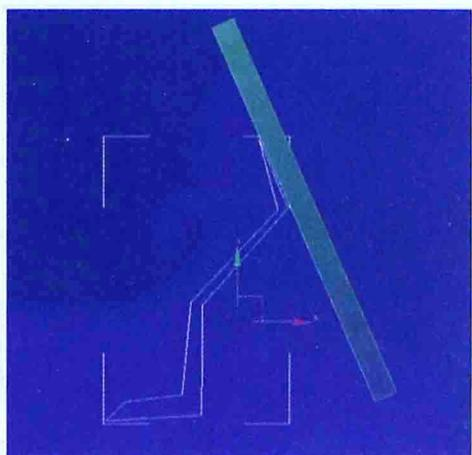

图 1-12
10. 在【left】(左)视图中，用【Line】(线)沿背板绘制一条如图的封闭线。如图 1-12 所示。